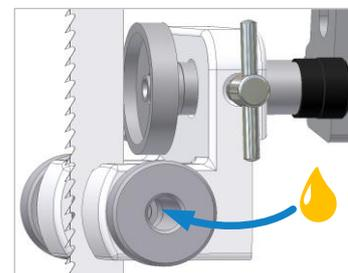

Abbildung 54: APA Seitenrollen ölen
- Die Verschlussstopfen der Rollen entfernen und einige Tropfen Öl in die Lagerungen geben (siehe ⇒ Abbildung 54).